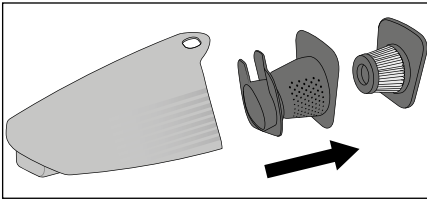

Fig. 3
- 3) Mai întâi scoateți filtrul HEPA **6** și apoi filtrul grosier **7** din rezervorul de colectare a murdăriei **8** (fig. 3). Bateți ambele componente deasupra unui coș de gunoi sau a unui recipient similar. La nevoie puteți clăti filtrul HEPA **6** cu apă curată. Lăsați-l apoi să se usuce complet la aer.